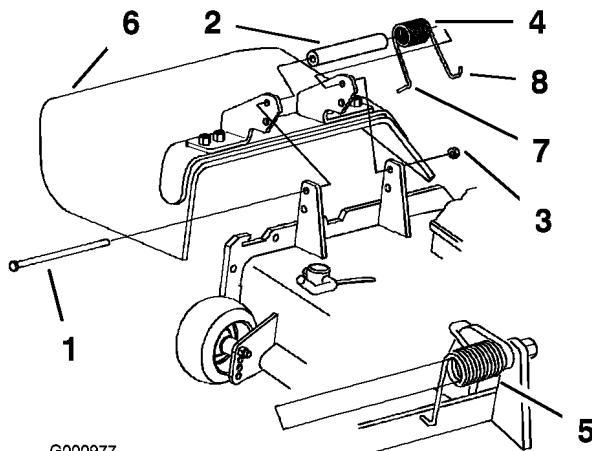

Figura 85
1. Togliete il dado di bloccaggio, il bullone, la molla e il distanziale che fissano il deflettore alle staffe orientabili del tosaerba (Figura 85). Togliete il deflettore dell'erba tagliata se è danneggiato o consumato.
Nota: Verificate che l'estremità a L della molla si trovi dietro il bordo del piatto di taglio prima di montare il bullone, come illustrato nella Figura 85.
3. Montate il bullone e il dado. Infilate l'estremità a gancio **J** della molla attorno al deflettore dello sfalcio (Figura 85).